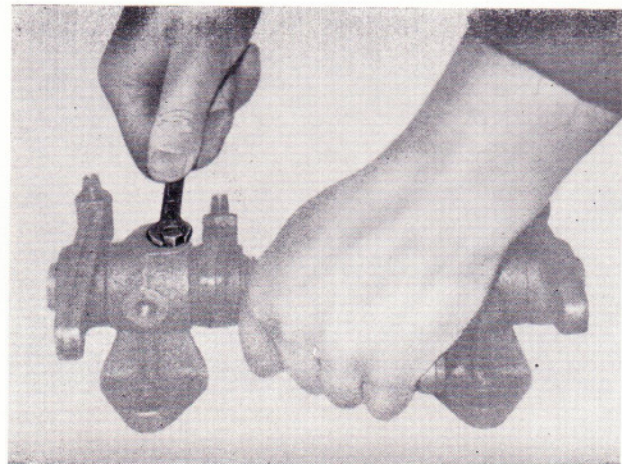

Bild 117
- Aus dem Kipphebelbock mit Anschluß für Ölzuflußleitung die Sechskantschraube zur Arretierung der Kipphebelachse heraus-schrauben (Bild 117)